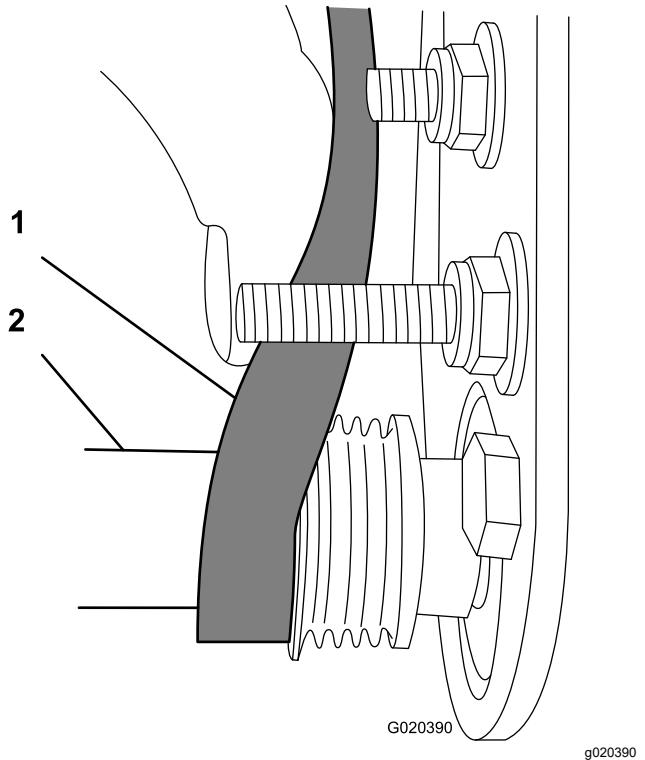

图 17
- 启动从动皮带轮上的皮带 图 17。
- 使用深套管 $9/16$ 英寸旋转滚筒刷组件并把皮带引入从动皮带轮 图 17。